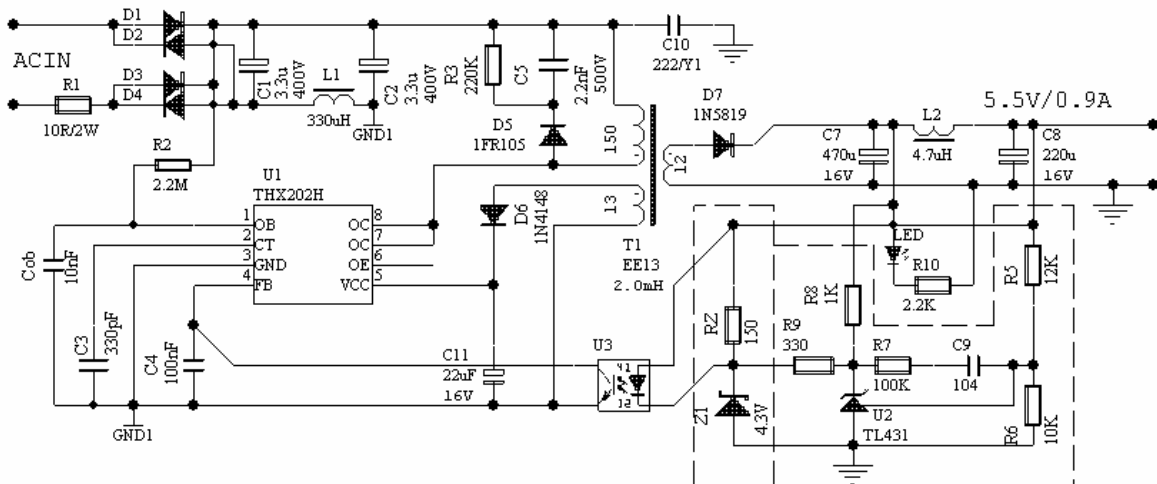

图 3、手机充电器
- 电源启动电流选择 0.5-2mA，功率管 Q1 放大倍数可按 10 计算，则启动电阻（如图 3 的 R2）选择应保证电源启动时功率管基极电流为 0.05-0.2mA，因此，可 10 倍减少启动电阻的功耗，降低了待机功耗；
- 图 3 中 C3=330pF，最高工作频率约 66KHz；
- 开关变压器（图 3 的 T1），参考绕组整流输出 4.8~9.2V（推荐 6V）为 THX202H 提供工作电源；
- 图 3，虚线内为两组可选输出电压基准，选择 TL431（U2、R5、R6、R7、R8、R9、C9）基准精度较高和无需调校；选择稳压管（Z1、RZ）基准精度较低、但成本更低，调校 RZ 可采用成批稳压管分为几档，每档稳压管对应一个 RZ。